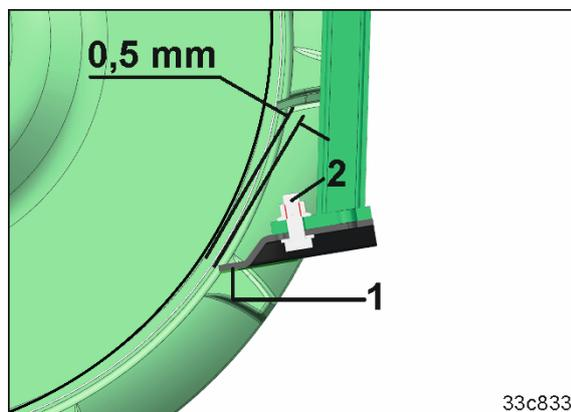

Fig. 125
4. Die Schraube (Fig. 125/2) lösen.
5. Den Abstreifer (Fig. 125/1) mit einem Abstand von 0,5 mm zum Walzenrohr anschrauben.